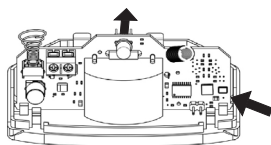

Рисунок 5
8.2 Вставьте отвертку (с плоским шлицем) между платой и боковой стенкой основания, отожмите стенку основания и извлеките плату (рисунок 5).